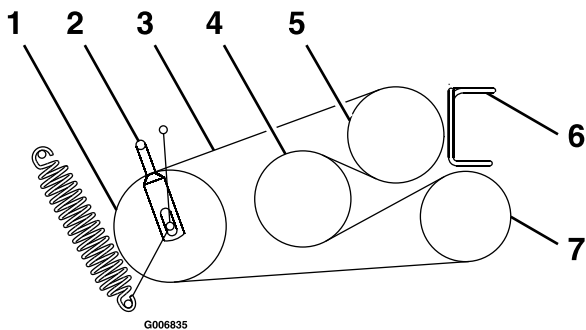

Figure 51
6. Desserrez les guides de courroie **A** et **B** (Figure 51).
8. Installez les courroies neuves sur les poulies, comme montré à la Figure 51.